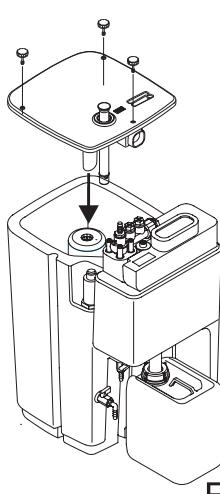

Fig. 3
- Ggf. Frischwasser nachfüllen (Fig. 3)
- Fill up with clean water as required. (Fig. 3)
- Si nécessaire, rajouter de l'eau claire (Fig. 3)
- 必要に応じて水を追加注入します。 (図3)